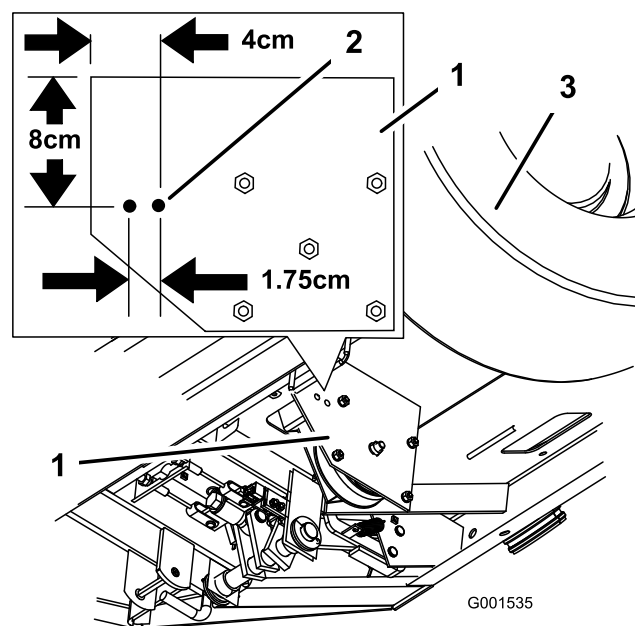

Figura 2
1. Localize a placa da embraiagem sob o piso (Figura 2).
2. Para fazer os furos da buzina, meça e marque os furos como se mostra em Figura 2.
3. Faça dois furos de 8 mm na placa da embraiagem (Figura 2).